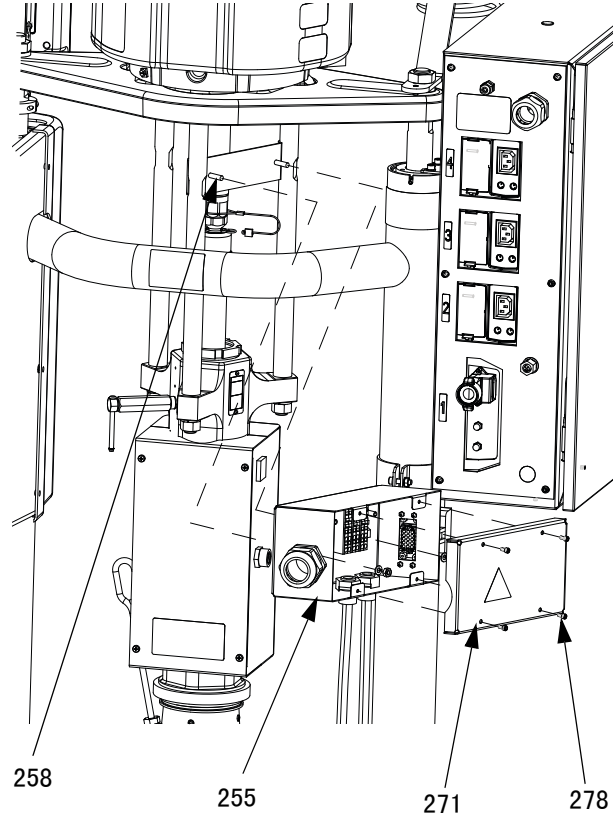

图 36：卸下 D60 接线盒
尺寸较小的压盘 (D60 3 英寸供给系统): 将接线盒 (255) 重新安装到支架 (258) 上。使用螺钉 (278) 安装盖板 (271)。见图 36。